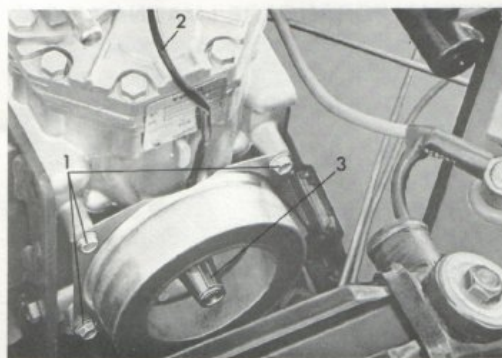

Bild 40. Demontering av elektromagnet
4. Skruva ur de fyra skruvarna (1 bild 40) samt ta bort magneten.
1. Skruva fast elektromagneten på kompressorn, med kabeln (2 bild 40) vänd uppåt, samt anslut kabeln till skarvstycket.